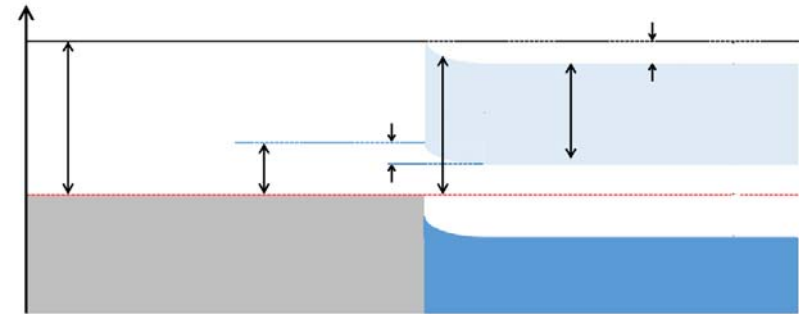

Figure 11.1.
1.1 Compléter le schéma de la figure 11.1 en indiquant les paramètres pertinents.